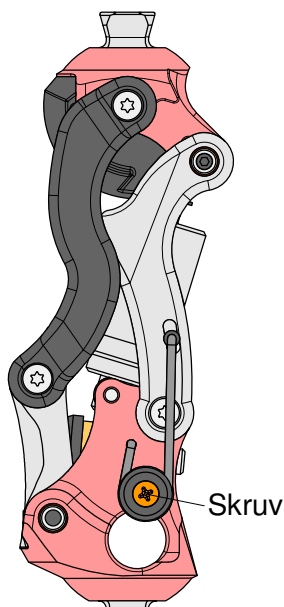

Bild 3
- Använd en Philips skruvmejsel för att lossa skruven, bild3.